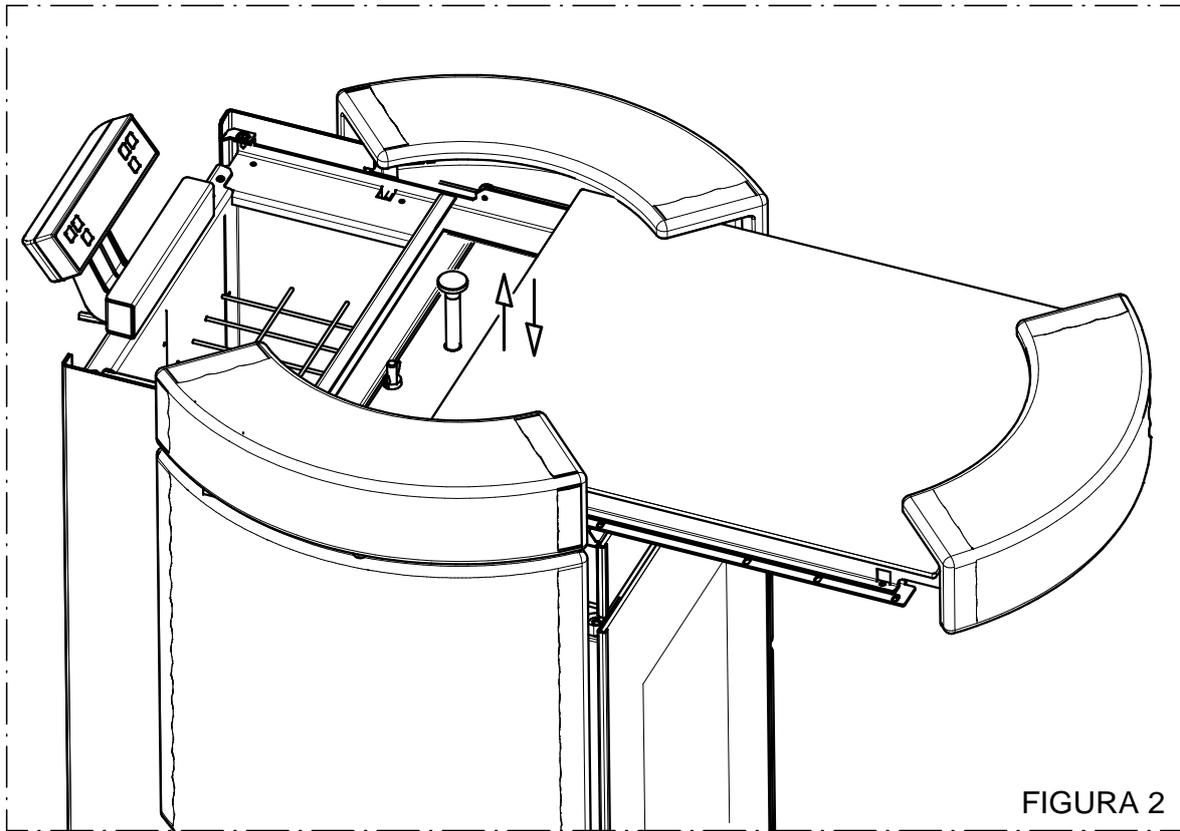

FIGURA 2
- Accione enérgicamente la palanca del rascador de tubos al menos 4/5 veces consecutivas (figura 2).